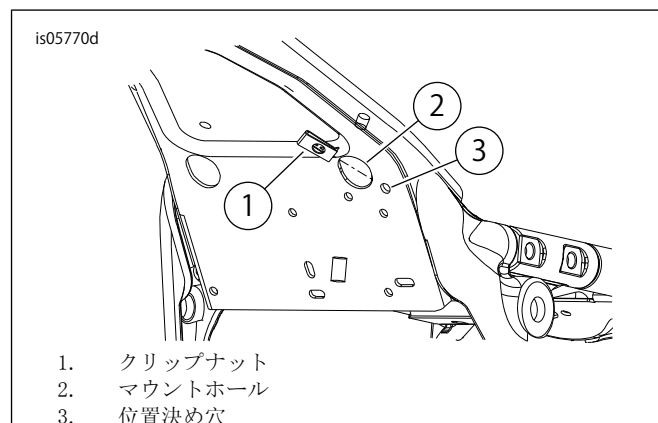

図4。クリップナットの取り付け
1. 「図4」を参照。マウントホール(2)にクリップナット(1)を取り付けます。